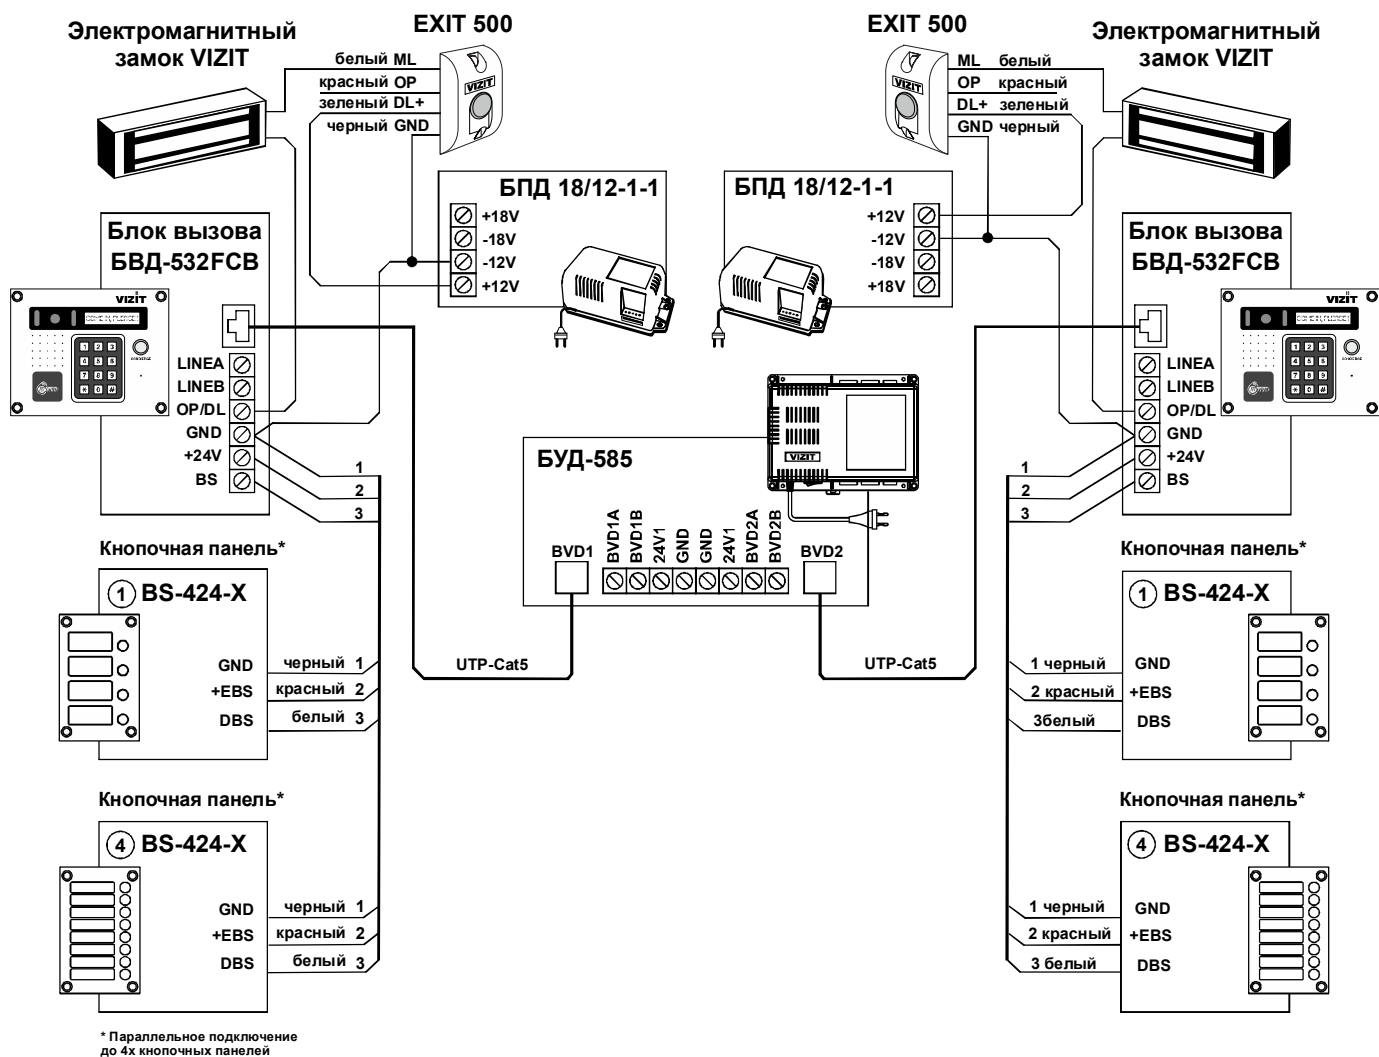

Рисунок 8 - Пример разъемного подключения блоков вызова БВД-532FCB к блоку управления БУД-585.
- 2) разъемное подключение (RJ-45), см. рисунок 8.